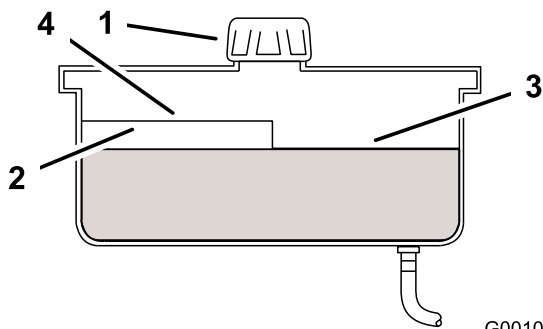

Figura 47
4. Limpie alrededor del cuello de llenado y el tapón del depósito de aceite hidráulico (Figura 47).
5. Retire el tapón del cuello de llenado. Mire dentro para comprobar el nivel de aceite en el depósito. (Figura 47).
- Nota:** El nivel de aceite debe llegar a la parte superior del nivel caliente del tabique cuando el aceite está caliente (Figura 47).